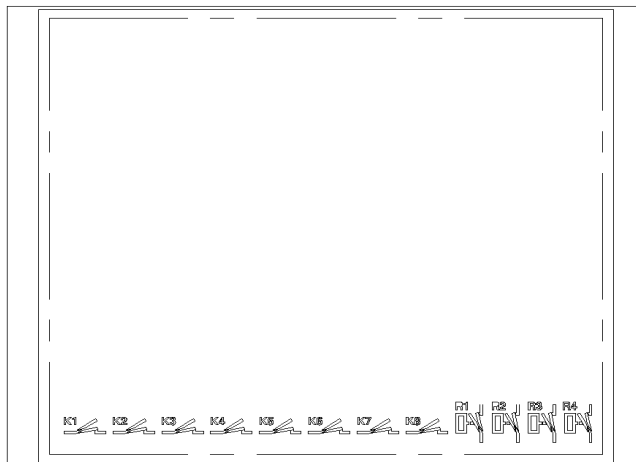

图 66
2. 当前仪表安装好 8 路遥信量输入模块 A 时, 仪表上显示 8 路遥信量输入开关状态图标, 如下图 66 所示。
3. 当前仪表安装好 4 路继电器输入模块 B 时, 仪表上显示 4 路继电器开关状态图标, 如图 66